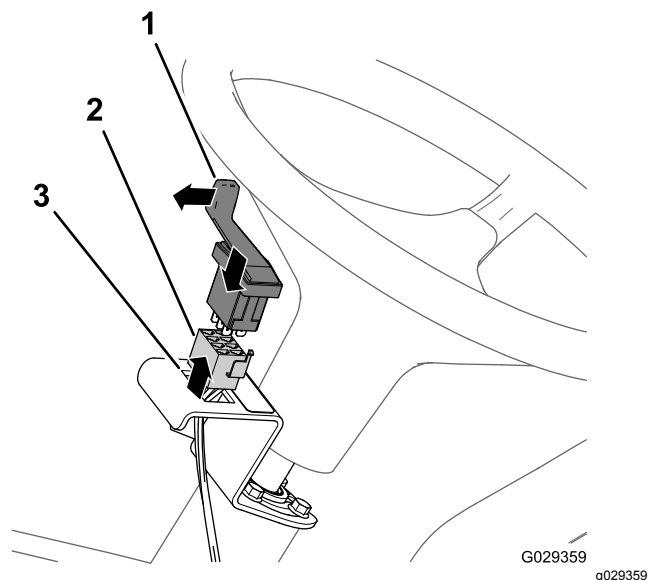

Figura 209
4. Montate l'interruttore nella staffa e premete l'interruttore fino a quando non scatta in posizione nell'apertura (Figura 209).